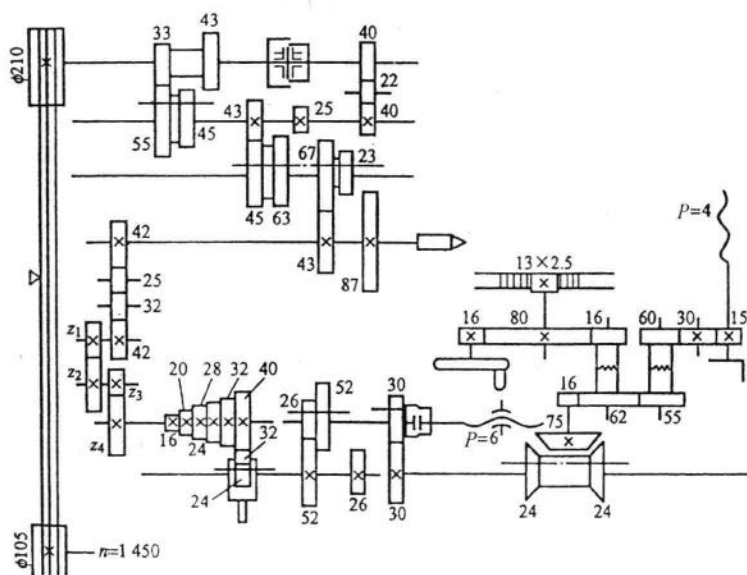

图 1-4 C618 型卧式车床的传动系统
3. 能按如图 1-4 所示的传动系统图,了解床头箱、进给箱和滑板箱等的大致结构。
也可用如图 1-4 所示的方法来表示(数字表示齿轮齿数或带轮直径),则: